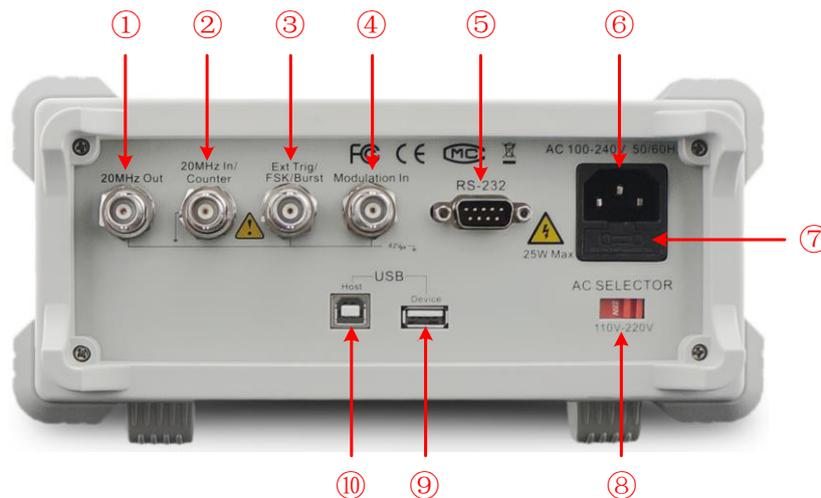

Fig. 0-2 Panel trasero
2. Compruebe si el fusible instalado de fábrica (250 V, F2AL) coincide con la escala de tensión seleccionada. Si no, abra la cubierta con un destornillador plano (fig. 0-2 / 7, pág. 6-7) y cambie el fusible.